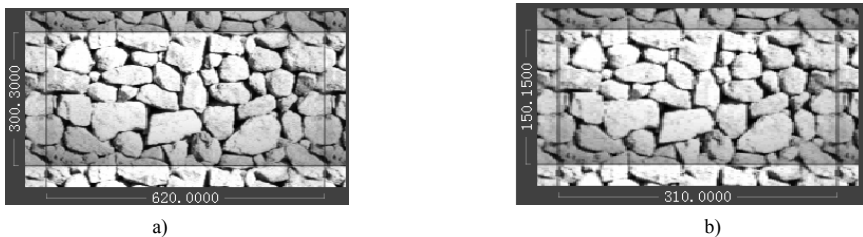

图 17-30 比例贴图
3) 比例：改变纹理样例的水平或垂直缩放比例。可以指定真实世界单位以用于比例缩放。可在文本框中直接输入样例尺寸，也可单击右侧增减按钮改变样例尺寸。按钮用于锁定纵横比。图 17-30 是缩小后的效果，注意图左侧和下面的数字变化。